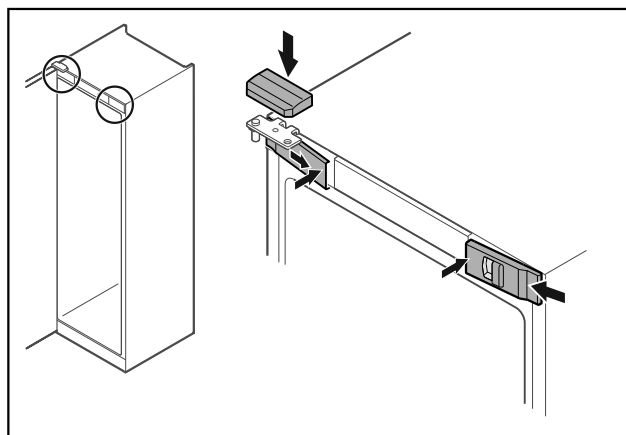

Fig. 46 *
- Įkabinkite priekines dengiamąsias plokšteles Fig. 46 (1) šone ir užfiksuokite vidinėje pusėje.*
- Užfiksuokite viršutinę dengiamąją plokštelę Fig. 46 (2) iš viršaus.*